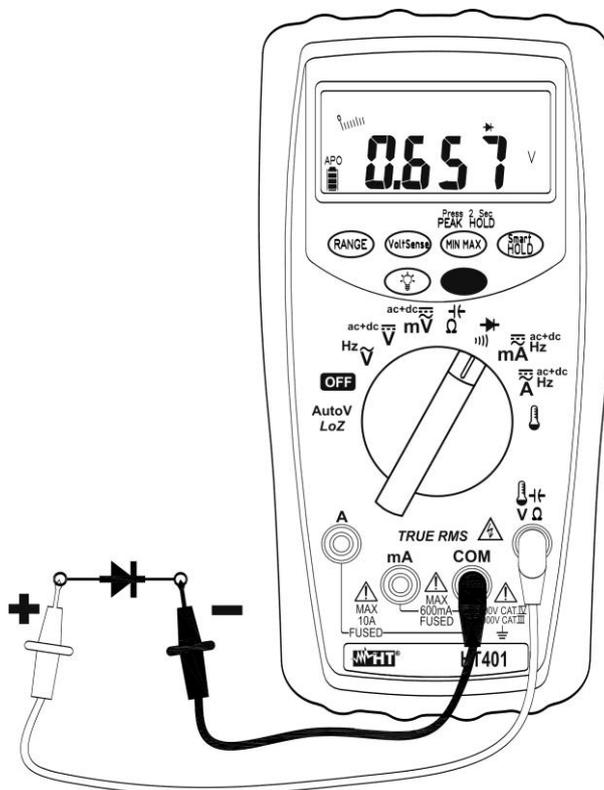

Fig. 8: Uso do instrumento para o Teste de díodos e Teste de continuidade
4. Conectar a ponteira vermelha ao ânodo do díodo e a ponteira preta ao cátodo (ver a Fig. 8). O instrumento mostra no display a tensão de polarização directa. Esta tensão é tipicamente 0.4 ~ 0.9V para boas junções.